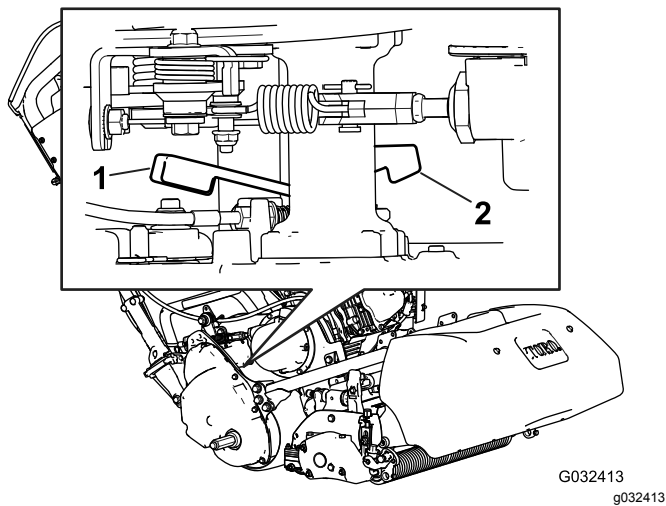

图30
1. 在机器的右后角找到靠近驱动装置壳体轮鼓的牵引接合/分离控制杆 (图30)。